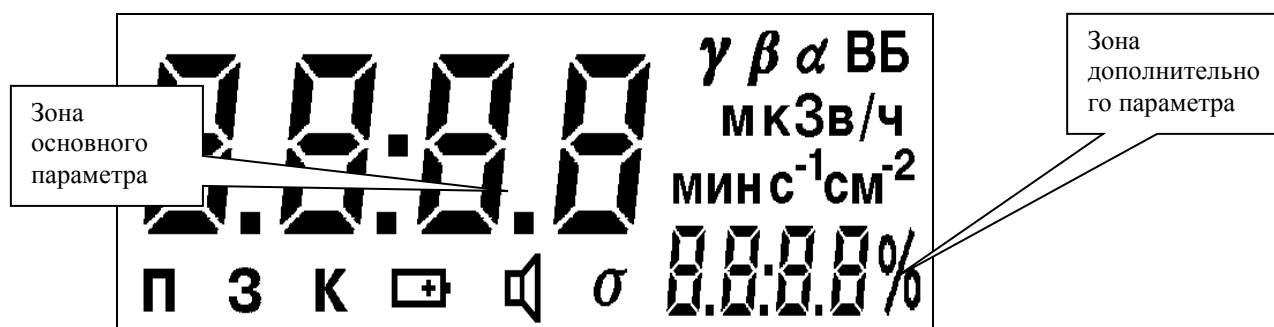

Рис. 1.4.10. Набор символов, отображаемых на ЖКИ при включении (в режиме тестирования индикатора).
1.4.4.2. На лицевой панели пульта расположен специализированный ЖКИ (рис. 1.4.10).